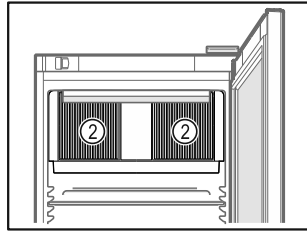

Fig. 63
- 内部循环风机的通风槽 Fig. 63 (2) 保持畅通。